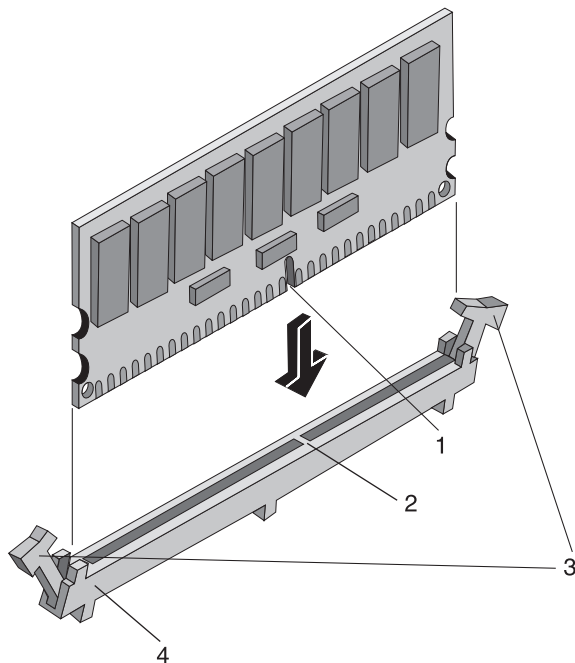

Figura 2-12: Alineación del módulo DIMM y la ranura
7. Alinee la muesca del módulo DIMM nuevo con la claveta de la ranura DIMM. Consulte la figura 2-12.